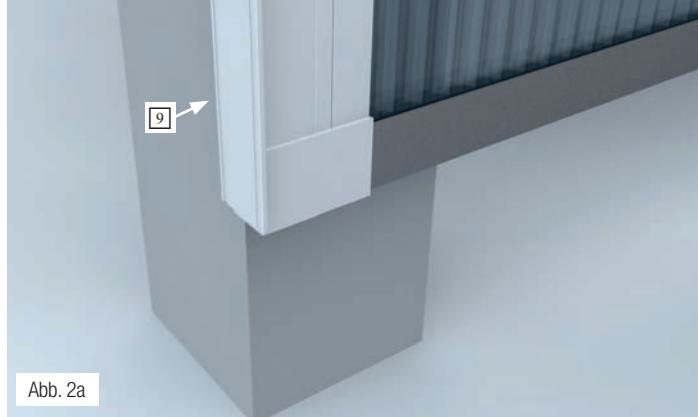
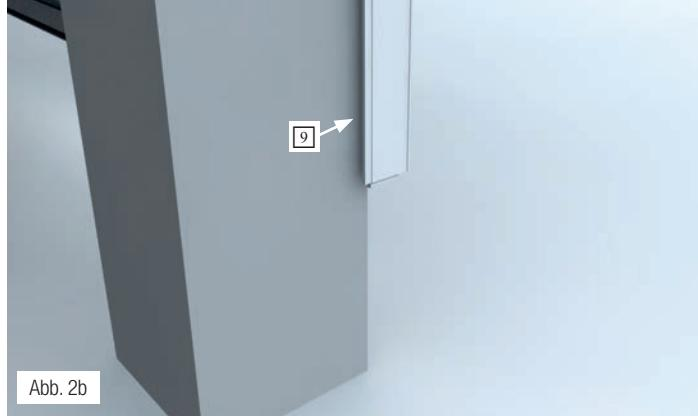

Abb. 2a
Abb. 2b
2. Bitte beachten Sie bei der Verlegung mit der Zevener Randleiste **3**, dass diese Aufgrund der Geometrie nicht mittig auf der Unterkonstruktion (Abb. 2a und Abb. 2b) montiert werden kann.